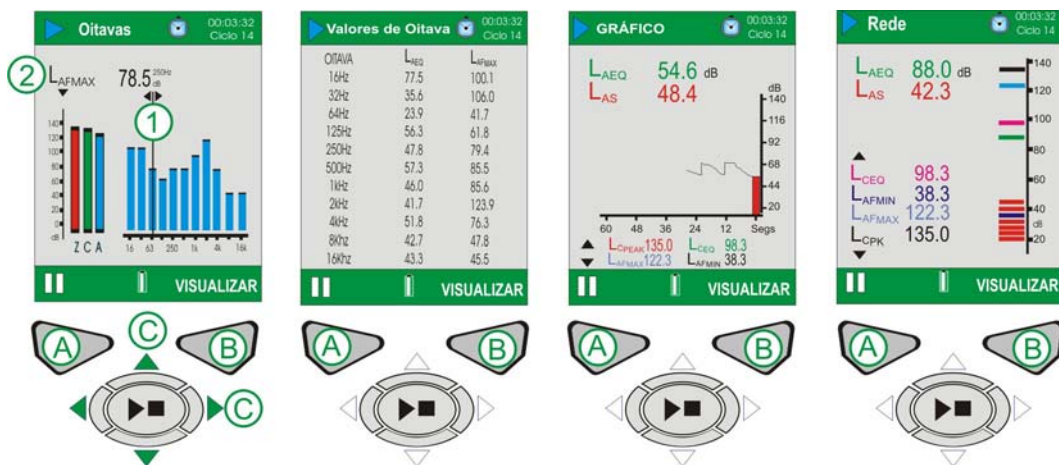

Figura 14 Telas Principais do Ciclo no CEL-620B
### CEL-620B (Consultar a Figura 14).
O CEL-620B oferece as outras duas telas de oitavas que se pode ver na Figura 14. Use a tecla Ver (B) para alternar entre as quatro telas disponíveis. Use as teclas de cursor direita/esquerda(C) para percorrer as faixas de freqüência (1) quando estiver em modo gráfico. Use as teclas de cursor acima/abaixo (C) para alternar entre os parâmetros LMAX e LEQ (2).